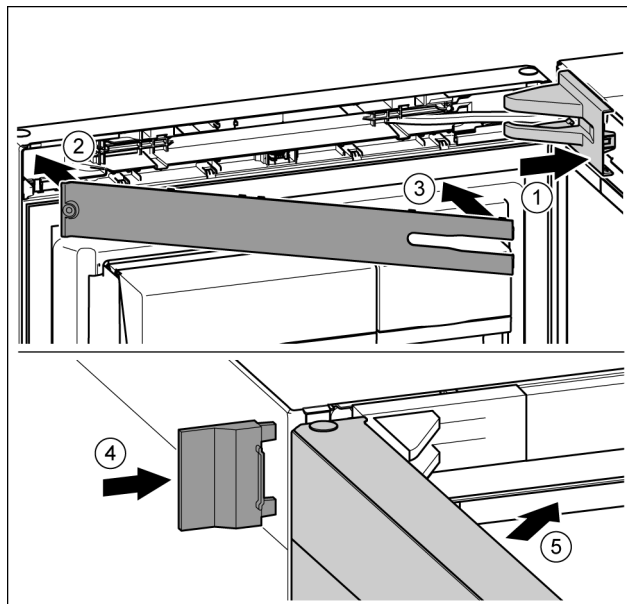

Fig. 50
- ▶ Afdekking van de lagerbus aanbrengen en vastklikken, en indien nodig, voorzichtig uit elkaar drukken. Fig. 50 (1)
- ▶ Paneel aanbrengen. Fig. 50 (2)
- ▶ Paneel naar binnen draaien en vastklikken. Fig. 50 (3)
- ▶ Buitenste afdekking erop schuiven. Fig. 50 (4)
- ▶ Bovenste deur sluiten. Fig. 50 (5)